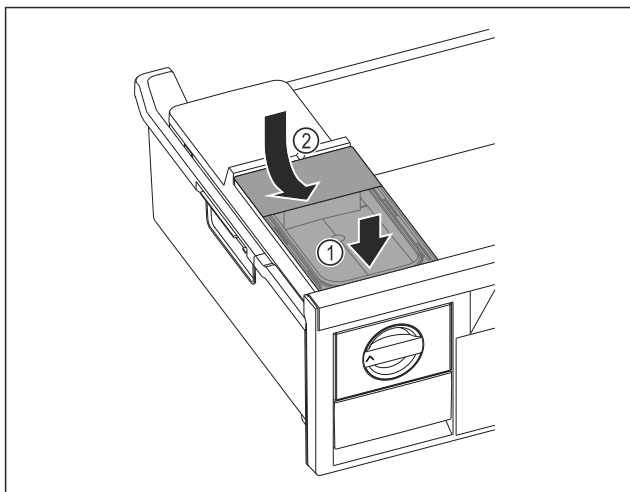

Fig. 157
- ▶ Nádržku na vodu nasadíte vpredu. Fig. 157 (1)
- ▶ Nádržka na vodu spustíte vzadu. Fig. 157 (2)